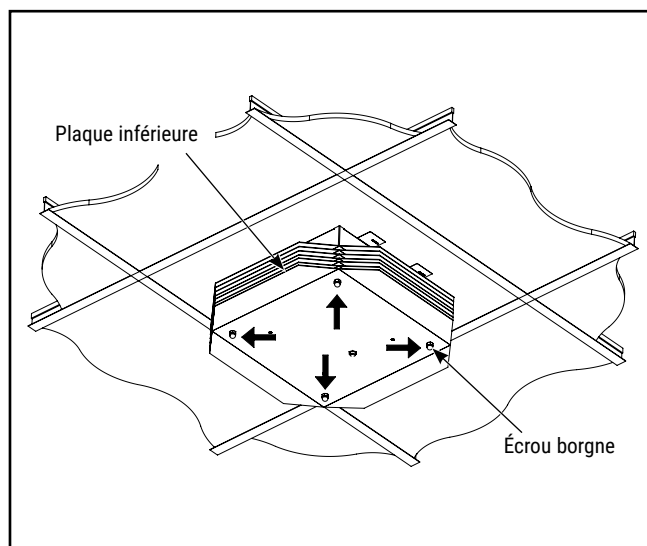

Figure 4.
1. Retirez les quatre écrous à compression M8 du bas de l'appareil. Cette volonté libérer la plaque inférieure. (Voir la Figure 4)